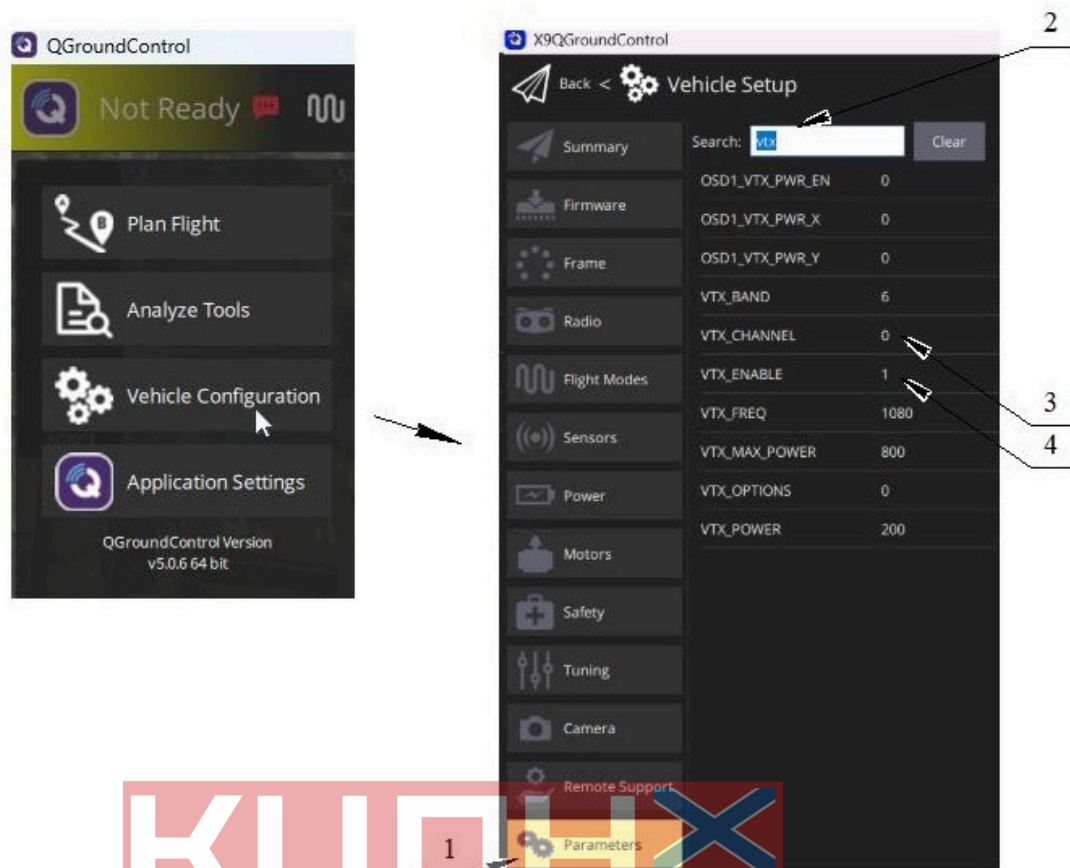

Рисунок 76. Путь к параметру VTX_CHANNEL в QGC
- при использовании QGC проверьте значение VTX_ENABLE 4 (рис. 76), где 1 — VTX включен, а 0 — VTX выключен.
Определение канала аналогового видео VTX в QGC. В левом верхнем углу нажмите значок QGC (рис. 76), откройте вкладку